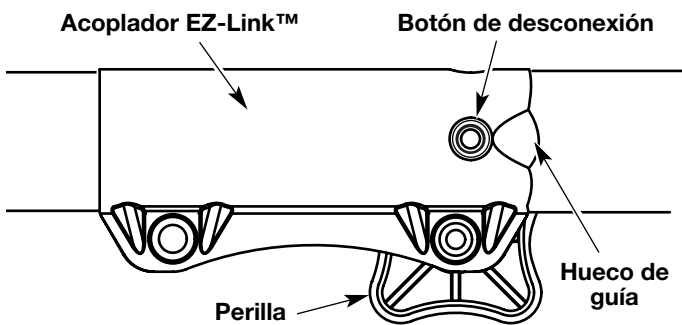

Fig. 6
1. Gire la perilla en sentido antihorario para aflojarla (Fig. 6).
2. Opima y sostenga el botón de desconexión (Fig. 6).
NOTA: La alineación del botón de desconexión con el hueco de guía facilitará la instalación (Fig. 6).